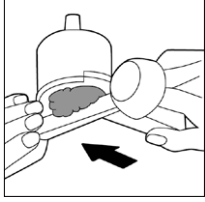

Figura 20
- No intente girar el mango del portafiltro pasado de la posición de cierre. No llene en exceso el filtro con café molido (Figura 20), ya que esto causaría un cierre indebido del portafiltro, lo que podría resultar en fugas y daños en el sellado.